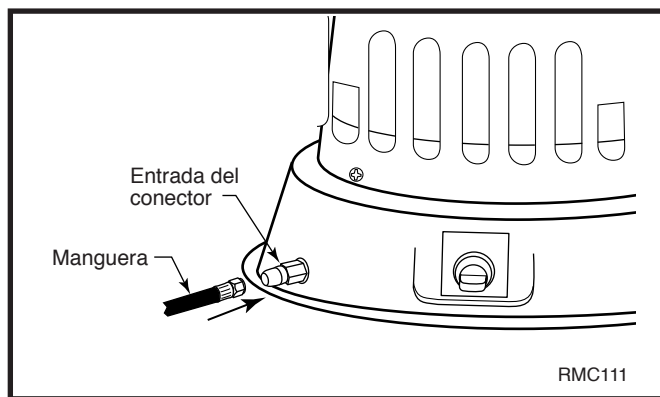

Fig. 6 Manguera y conector de entrada.
9. Conecte la manguera a la entrada del conector. (Fig. 6) Apriete firmemente con una llave para evitar que la entrada del conector del calentador se mueva. Debe usar el regulador incluido con el calentador, aun cuando el tanque de propano tenga uno.